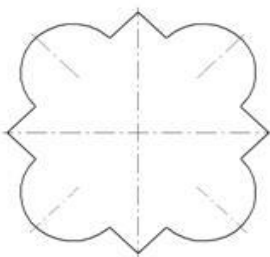

Рис. 2
6. Прочертить осевые линии для дуг (рис.2) поверх вспомогательных линий, используя привязку **Точка на кривой**. Стереть вспомогательные линии.